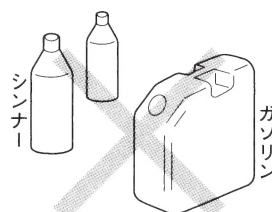

図2
- **引火性の液体の近くや、ガスなど爆発性の雰囲気での作業は絶対にしないでください。(図2)**